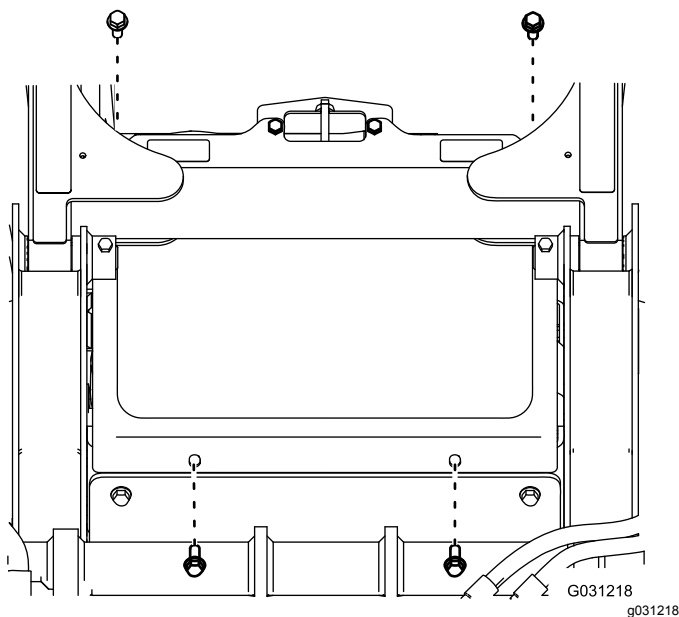

Bild 4
2. Entfernen und bewahren Sie die vier Schrauben vom oberen Gitter auf (Bild 4).
5. Befestigen Sie das vordere Gitter vom Kit mit den vorher entfernten Schrauben, wie in Bild 4 abgebildet.